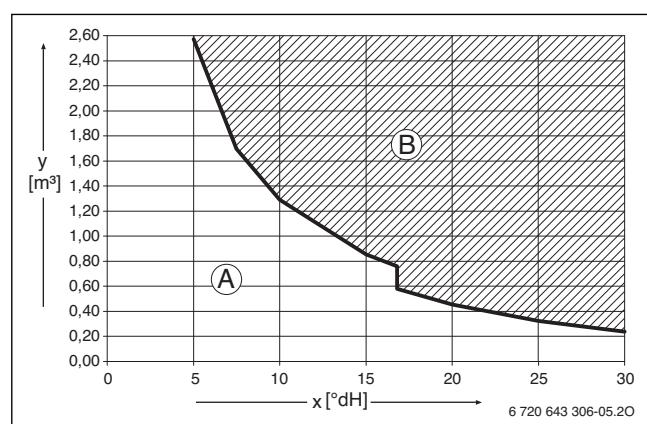

Рис. 11 Требования к воде для заполнения и подпитки, котлы < 50 кВт
- Заполняйте систему только чистой водопроводной водой (учтывайте диаграмму на рис. 11).
Диаграмма на рис. 11 предназначена для проверки допустимого количества воды для заполнения в зависимости от ее качества.
- Если фактически необходимое количество воды для заполнения системы больше, чем количество воды за срок службы (\rightarrow рис. 11), то требуется водоподготовка. При этом применяйте разрешённые фирмой Buderus химикаты, средства для водоподготовки и др.